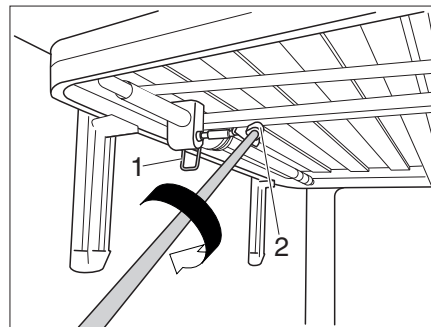

Fig. 151 Regolazione in altezza
- Sbloccare la leva di sicurezza (Fig. 151,1). Ora si può spostare il letto.
- Inserire la manovella nella sede magnetica a sezione quadrata (Fig. 151,2). Ora si può modificare l'altezza del letto.
- Estrarre la manovella dalla sede a sezione quadrata (Fig. 151,2) e conservarla nel supporto.